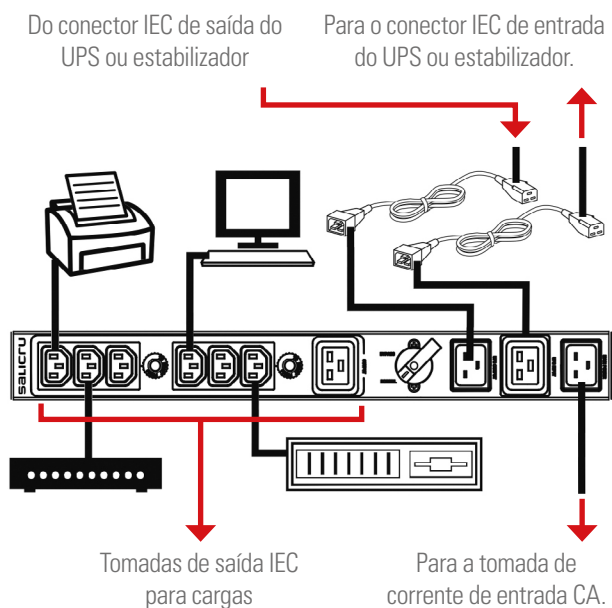

Fig. 7. Exemplo de ligação de bypass manual de 3 kVA.
- As ilustrações das Fig. 7 e/ou 8 mostram graficamente como conectar o bypass manual a um UPS ou estabilizador e às cargas, dependendo da sua potência.